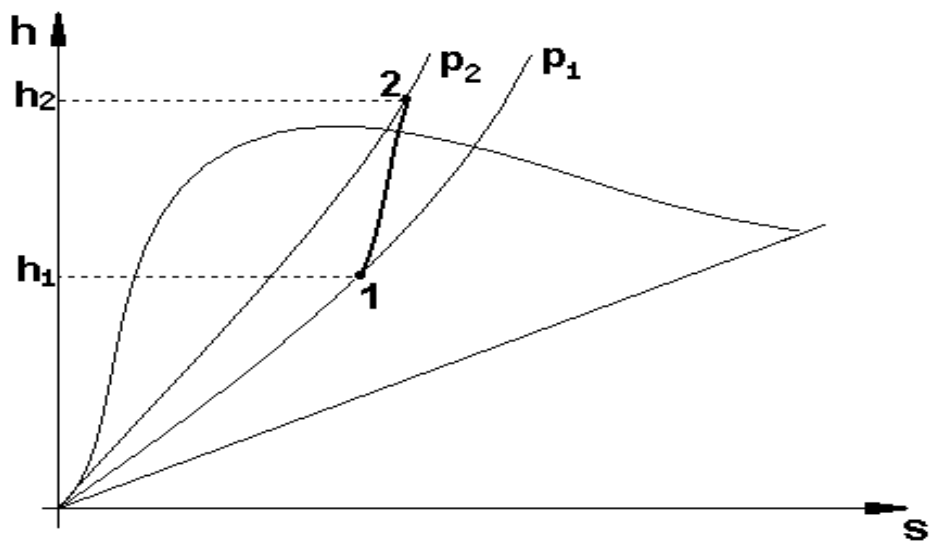

Рисунок 9 – Изображение изохорного процесса на  $h$ - $s$ -диаграмме
**Изохорный процесс** ( $v = \text{const}$ ). На рис. 9 изображен изохорный процесс на  $h$ - $s$ -диаграмме. Количество тепла, участвующего в процессе, определяется по формуле (153), которая одновременно служит для нахождения изменения внутренней энергии. Работа изохорного процесса, как и для газов, равняется нулю.